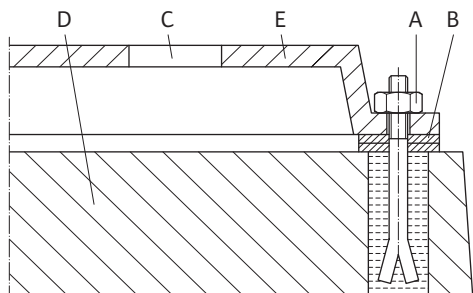

Рис. 15. Пример для резьбового крепления основания
**Пример для резьбового крепления основания (Рис. 15).**
- Подкладки (B) всегда следует устанавливать слева и справа в непосредственной близости от крепежного материала (например, фундаментные болты (A)) между опорной рамой (E) и основанием (D).